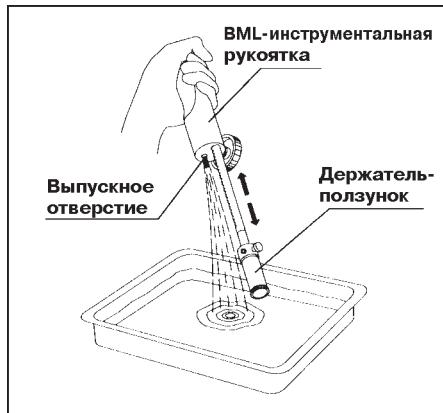

Рис. 5.4.
- 9.** Направьте держатель-ползунок вниз таким образом, чтобы из выпускного отверстия выделилось остаточное количество раствора моющего средства. Затем два-три раза переместите держатель-ползунок в дистальном и проксимальном направлениях (см. рис. 5.4).
- 8.** Направьте держатель-ползунок вниз таким образом, чтобы из выпускного отверстия выделилось остаточное количество раствора моющего средства. Затем два-три раза переместите держатель-ползунок в дистальном и проксимальном направлениях (см. рис. 5.4).
- 10.** Извлеките BML-инструментальную рукоятку из смазочного материала. Направьте держатель-ползунок вниз таким образом, чтобы из выпускного отверстия выделилось остаточное количество смазочного материала. Затем два-три раза переместите держатель-ползунок в дистальном и проксимальном направлениях (см. рис. 5.4).